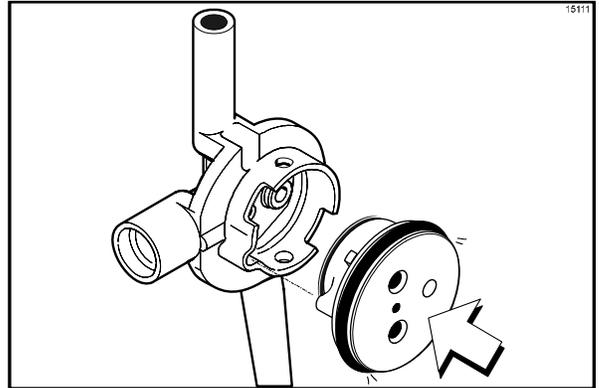

Figura 149
7. Introduzca el tapón de la válvula en el orificio del adaptador de entrada de mezcla. (Vea la figura 149).